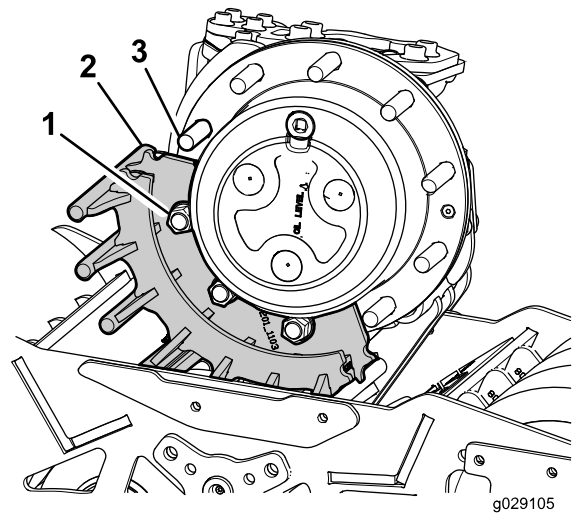

Figura 18
- Coloque un diente de engranaje en las orejetas de las ruedas e instale provisionalmente las tuercas de las ruedas (Figura 18).